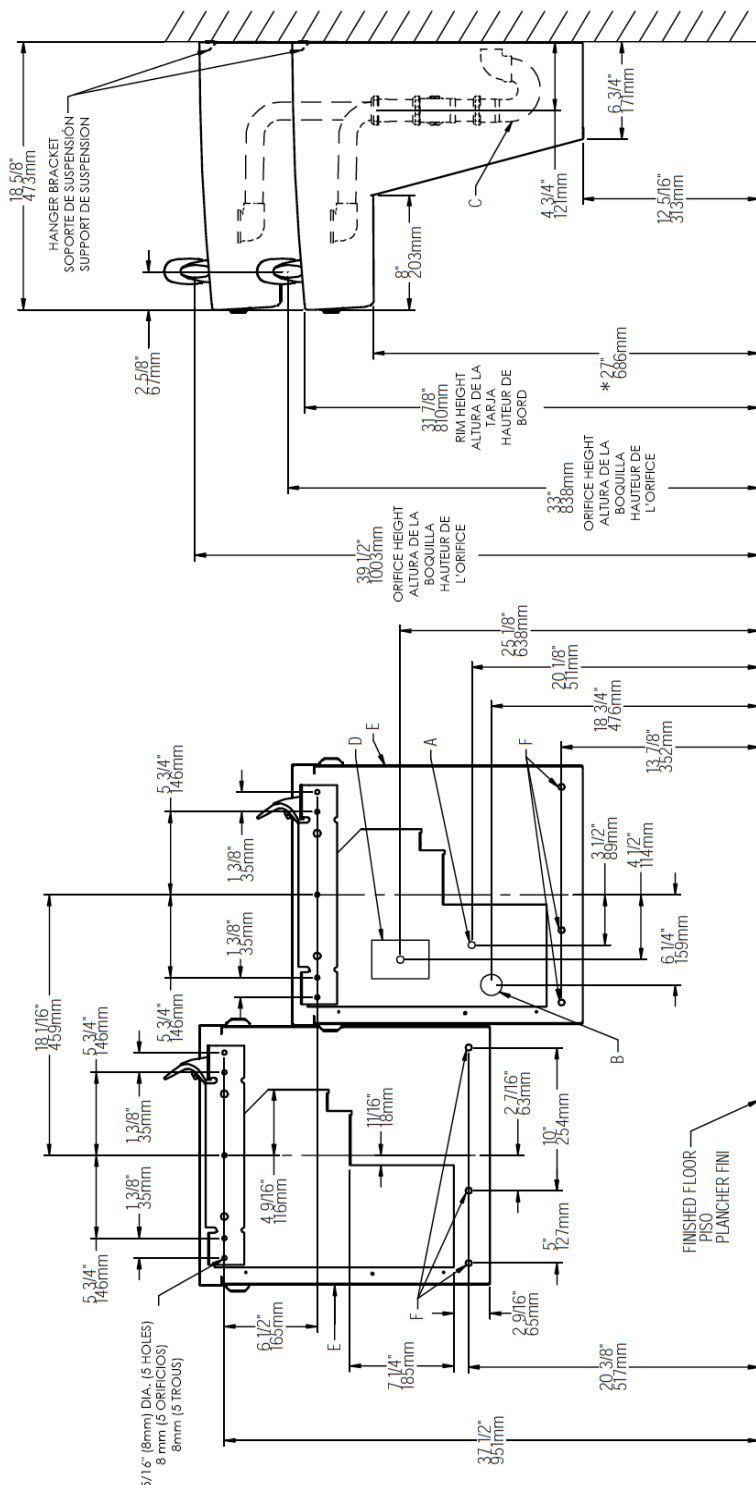

FIG. 2
- 1) Remove hanger bracket fastened to back of cooler by removing one (1) screw.
- 2) Mount the hanger bracket and trap as shown in Figure 2.
- Anchor hanger securely to wall using all five (5) 5/16" dia. mounting holes.
- 1) Retire el soporte de suspensión que se encuentra en la parte posterior del bebedero quitando un (1) tornillo.
- 2) Fije el soporte de suspensión y el sifón como se muestra en la Fig. 2
- Fije firmemente el soporte a la pared utilizando los cinco (5) orificios de 5/16" de diámetro.